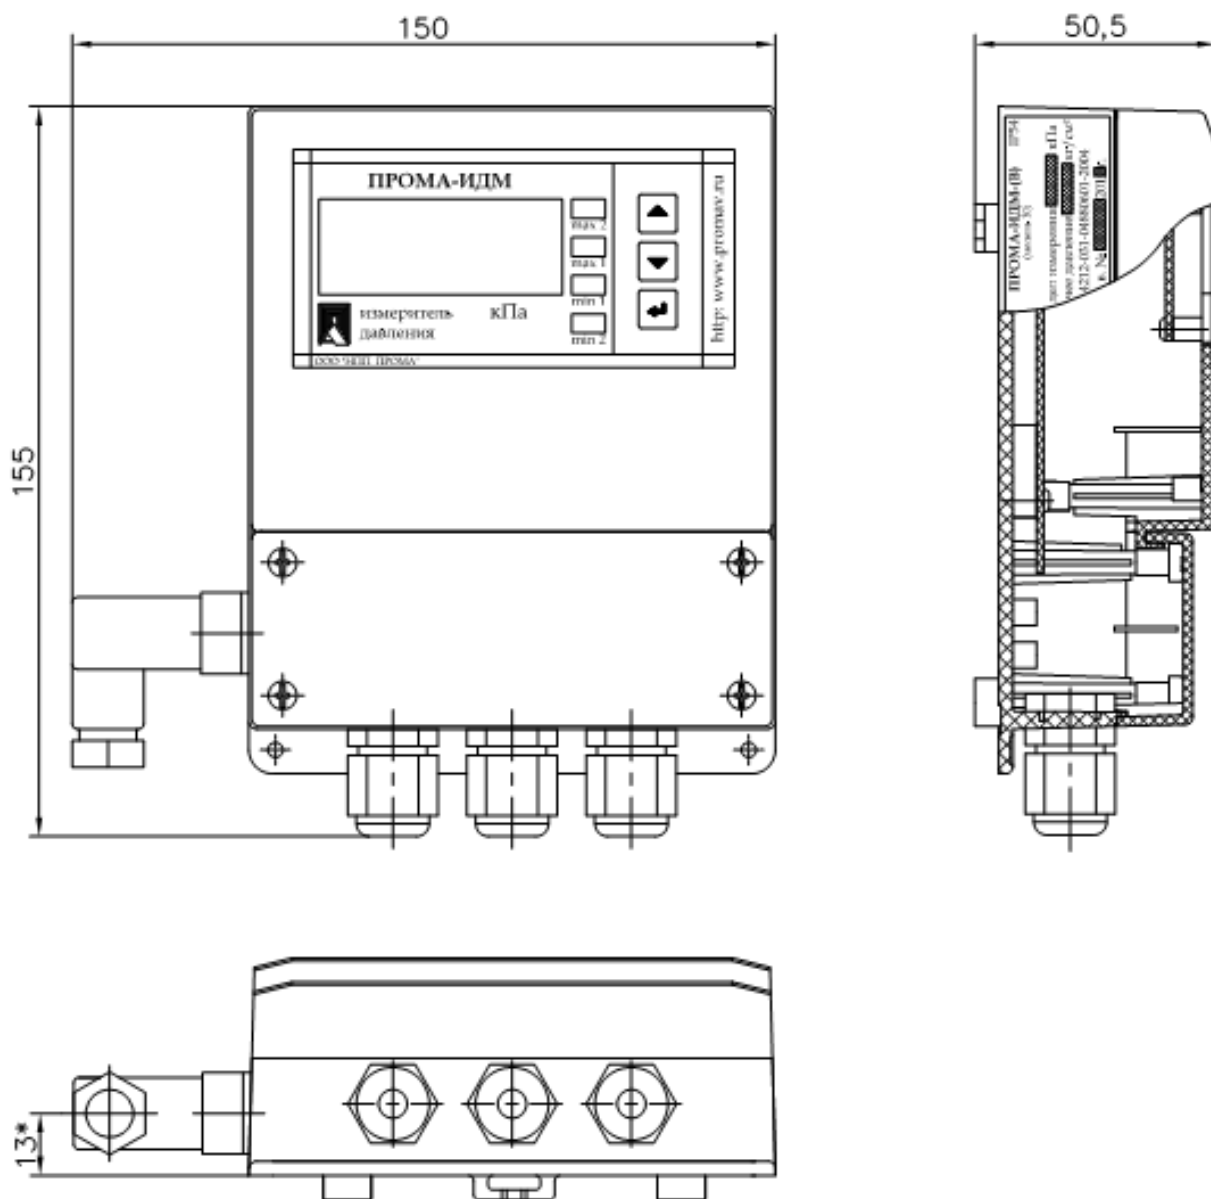

Рис. 2.3. Измеритель ПромА-ИДМ(В) Настенное исполнение. Габаритный чертеж.
- Рис. 2.3. Измеритель Прома-ИДМ(В) Настенное исполнение. Габаритный чертеж.